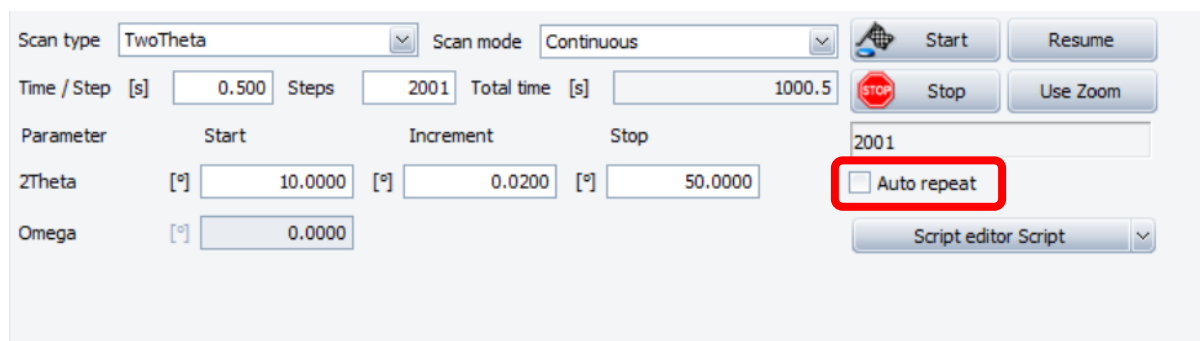

图 6-23 薄膜样品 GIXRD 扫描参数
6.9.4.3 扫描参数: Scan type: TwoTheta, Scan range: 10 ~ 50°, Step size: 0.02°/step, Time/Step: 0.5s/step (图 6-23)。如果扫描谱图出峰特别弱, 那么勾上图 6-23 中的 Auto repeat, 直至扫到所需的峰强度, 然后在结束之前 auto repeat 去勾, 扫描结束后保存数据。
6.9.5.2 扫描参数：Scan type: TwoTheta, Scan range: $10 \sim 50^\circ$, Step size: $0.02^\circ/\text{step}$, Time/Step: $0.5\text{s}/\text{step}$ 。如果扫描谱图出峰特别弱，那么勾选上图 6-23 中的 Auto repeat，直至扫到所需的峰强度，然后在结束之前 Auto repeat 去勾，扫描结束后保存数据。
6.10.3.2 扫描参数: Scan type: 2Theta-Omega, Scan range: 10 ~ 50°, Step size: 0.02°/step, Time/Step: 0.5s/step。如果扫描谱图出峰特别弱, 那么勾上图 6-23 中的 Auto repeat, 直至扫到所需的峰强度, 然后在结束之前 Auto repeat 去勾, 扫描结束后保存数据。